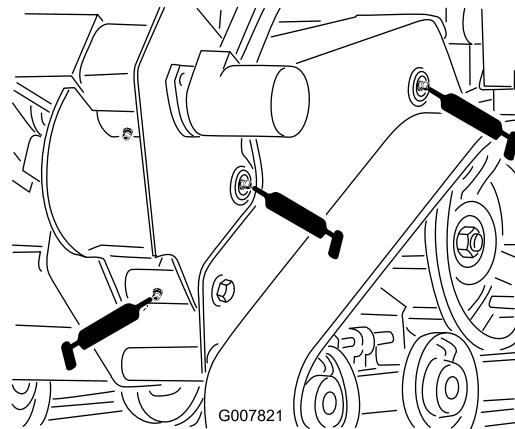
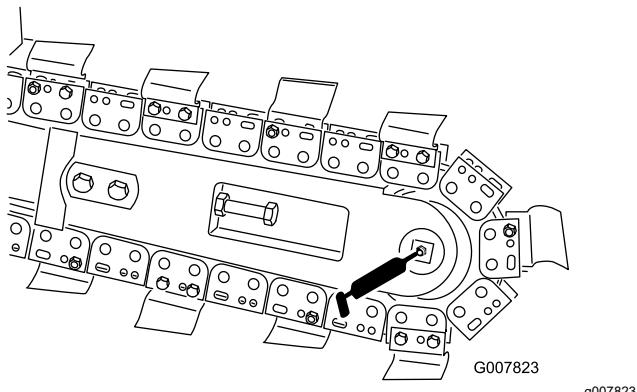

Figura 22
Figura 24
4. Ligue uma pistola de lubrificação ao encaixe (Figura 22 a Figura 24).